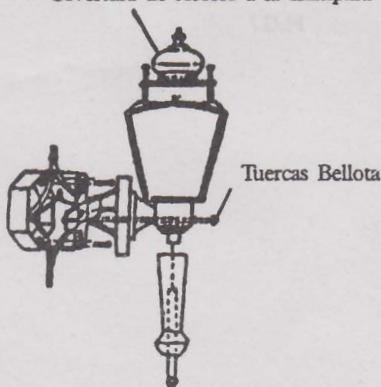

Figura 5
4. a) Coloque la instalación sobre los tornillos de montaje y asegúrelos con las tuercas de bellota que hay provistos. (Figura 5)